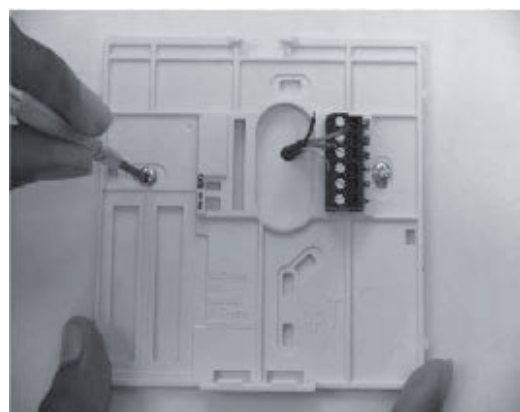

Fig. 1 - Achterplaat monteren
4. Leid de NUI-kabels door de grote opening in de montagebasis. Lijn de montagebasis uit met de muur en markeer de muur door de 2 montagegaten. Zie fig. 1.